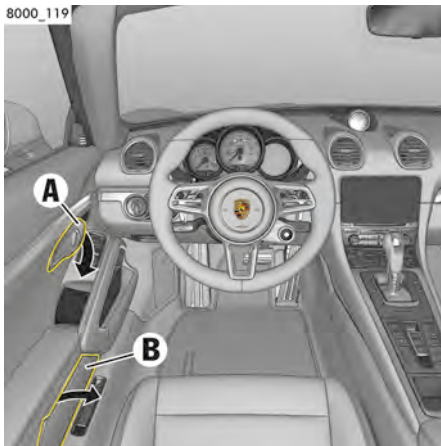

図 . 107: 車内からドアを開く
- ▶ インナー ドア ハンドル **A** を引いてください (図 . 107)。